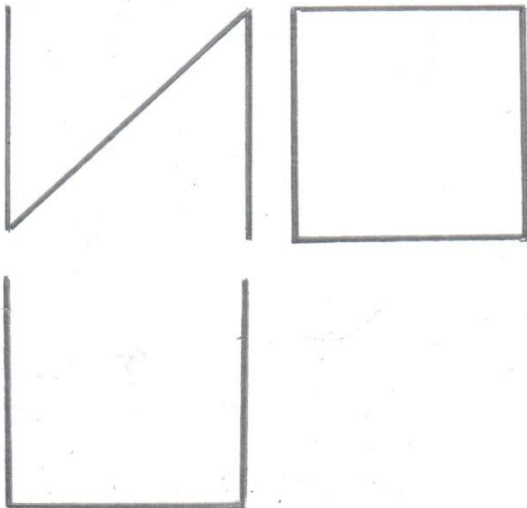

Рисунок 3 – Моделирование из проволочки
4.2.8 **Моделирование из проволоки.** По чертежу рис.3 выполнить деталь из проволоки. Задание всей команде. Время 2 минуты. Победу одерживает команда, более точно изготовившая деталь.